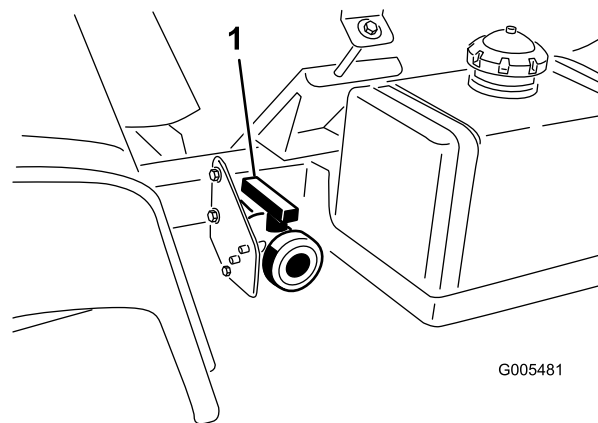

Figura 26
2. Localize a válvula de escoamento do depósito no lado esquerdo da máquina (Figura 26). Esta válvula situa-se na estrutura à frente do depósito de combustível.